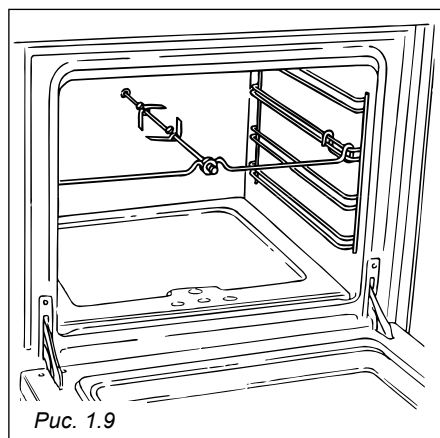

Рис. 1.9
- Поместите вертел на опорную рамку и вставьте конец вертела в отверстие привода (Рис. 1.9); затем удалите теплозащитную ручку, повернув ее влево.